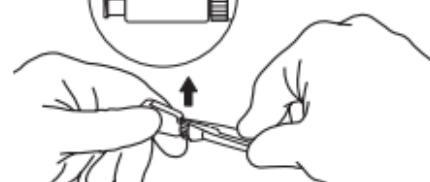

Fig. 4
- b. Haga palanca hacia arriba hasta liberar la palanca de la leva de retención. (**Fig. 4**)